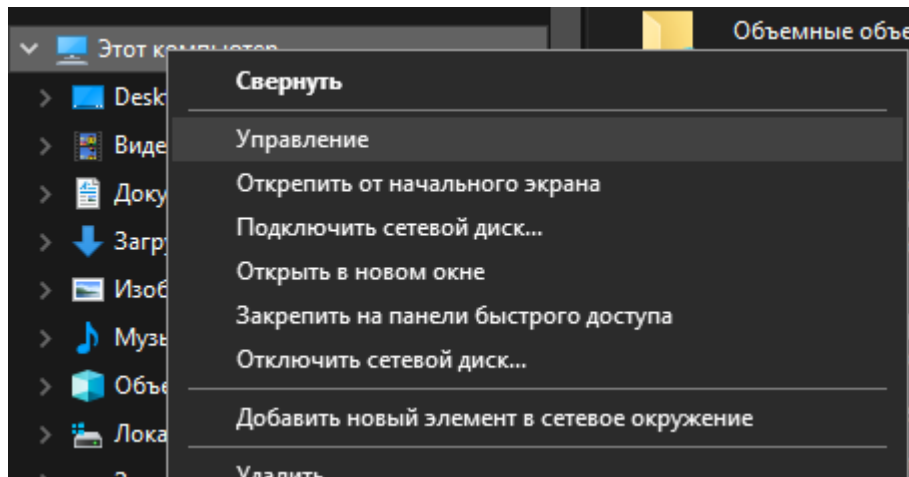
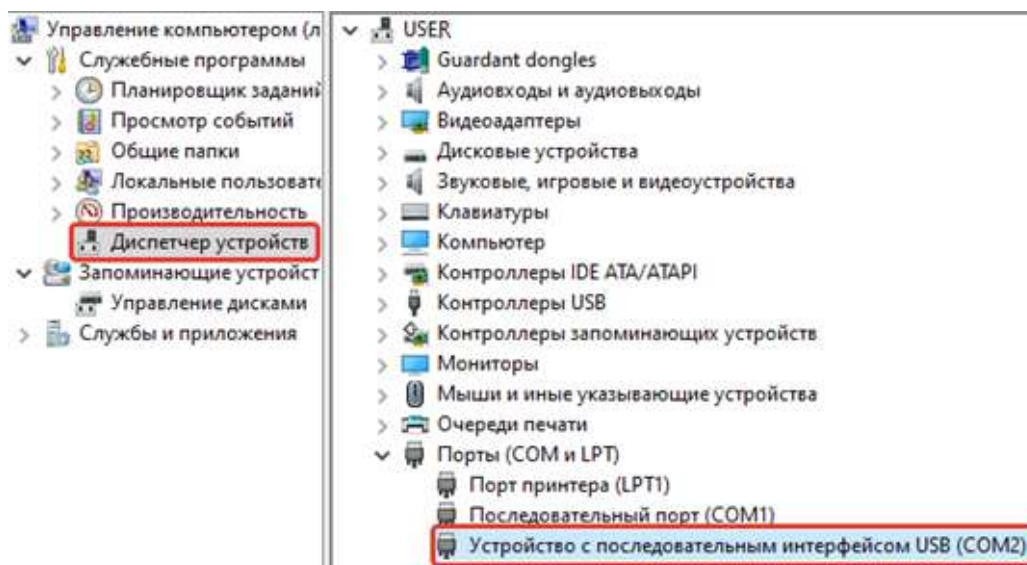

Рисунок 3 – Пункт «Управление» во вкладке «Этот компьютер»
Рисунок 4 – МИР-103М в списке COM-портов
3. Убедиться в том, что МИР-103М определился в операционной системе ПК виртуальным COM-портом. Для этого зайти в «Проводник», правой кнопкой мыши нажать на «Этот компьютер» и выбрать пункт «Управление» (см. рисунок 3). В открывшемся окне нажать на пункт «Диспетчер устройств», а затем найти в нем пункт «Порты (COM и LPT)» и щелкнуть по символу «>» рядом с его названием. В открывшемся списке отобразится COM-порт подключенного устройства (см. рисунок 4).